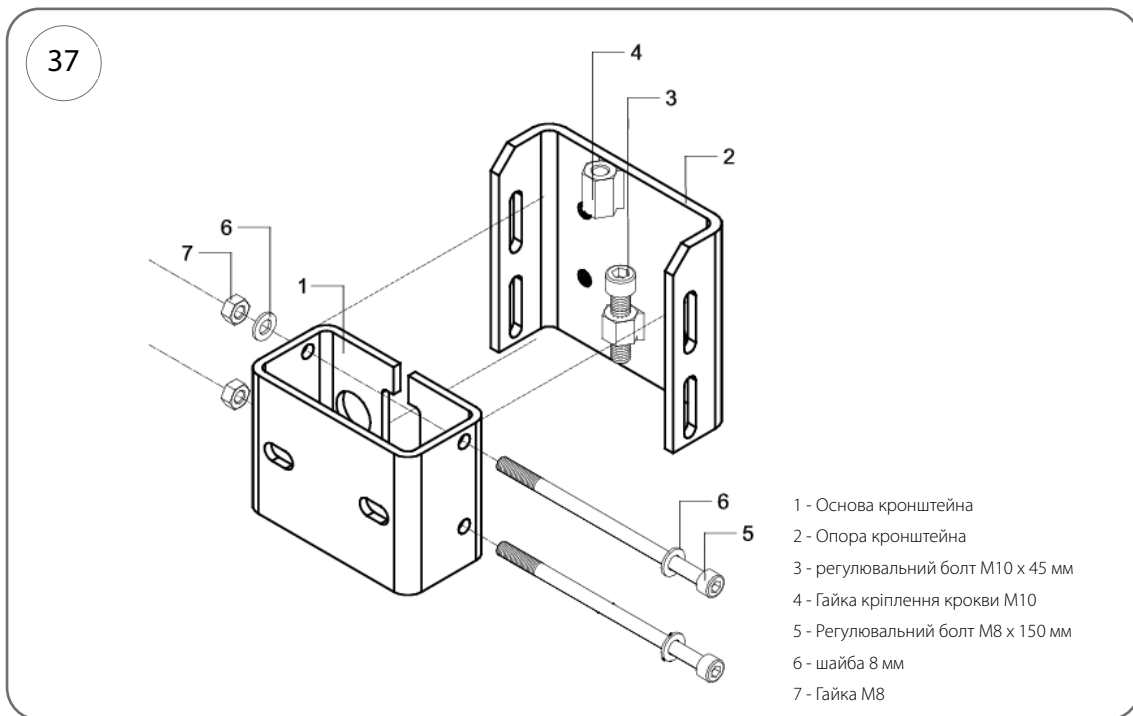
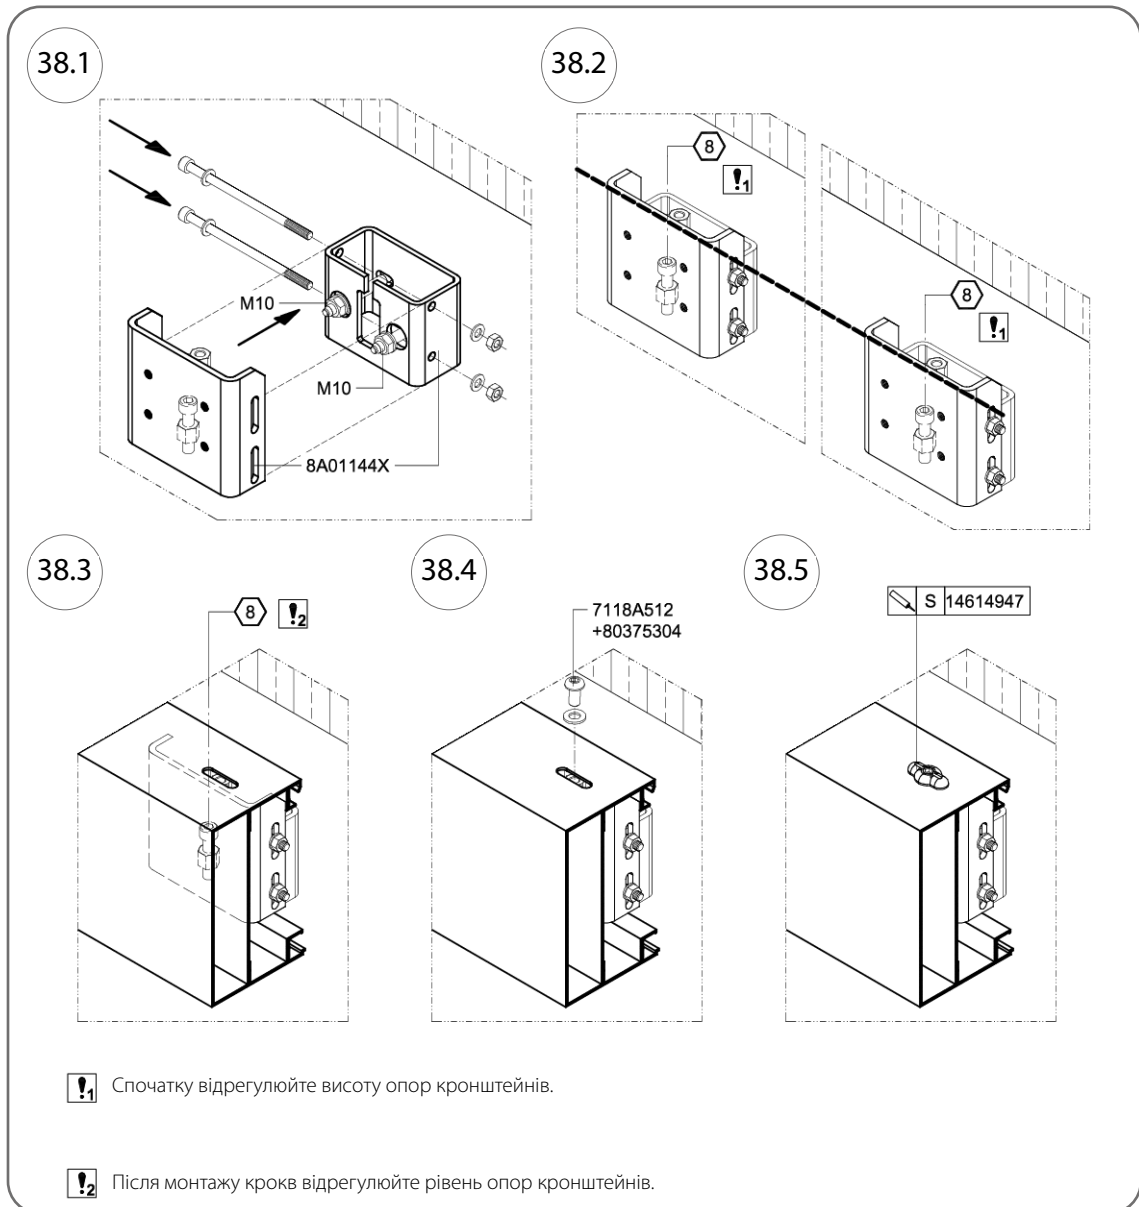

Рис. 37
Рис. 38
6. Надійно закріпіть крокву, вкрутивши болти M10 x 20 мм з шайбами (кат. № 7118A512+80375304, рис. 38.4) у гайки (4), як показано на рис. 37 та рис. 38.
2. Вийміть болти M8 x 150 мм з кронштейна 8A01144X [див. рис. 37 – деталь № (5)].
3. Покладіть основу кронштейна [див. рис. 37 – позиція № (1)] на анкери для стіни та закріпіть гайками та шайбами M10.
4. Просуньте 4 болти M10 x 20 мм через отвори в прогоні та в кожній пластині й закрутіть їх у кронштейн консолі [див. рис. 37 – позиція № 2)].
5. Встановіть кронштейн консолі (2) і закріпіть його на основі (1) за допомогою болтів M8 x 150 мм (5).
6. Просуньте 4 болти M10 x 20 мм через отвори в прогоні та в кожній панелі й закрутіть їх у кронштейн (2).